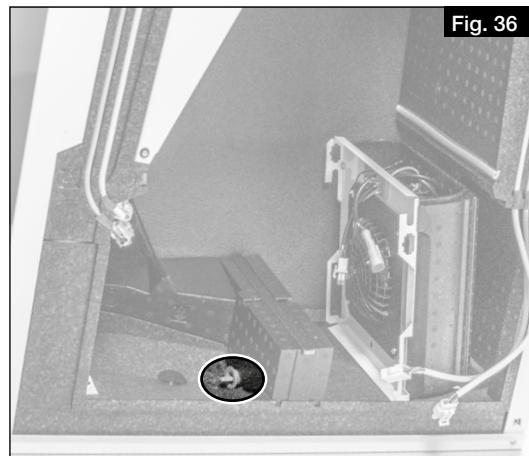

Fig. 36
- ① **Si la récupération de froid est activée, il faut retirer le bouchon situé sur la partie inférieure de l'appareil (voir Fig. 36) pour assurer l'évacuation des condensats (voir également le chapitre 4.3 „Installation du siphon à**